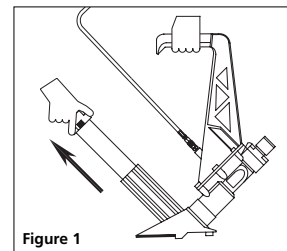

Figure 1
- Tenir l'outil fermement, presser le verrou et tirer la porte du chargeur (voir la figure 1).
- Tenir l'outil fermement, presser le verrou et tirer le chargeur (voir la figure 1).